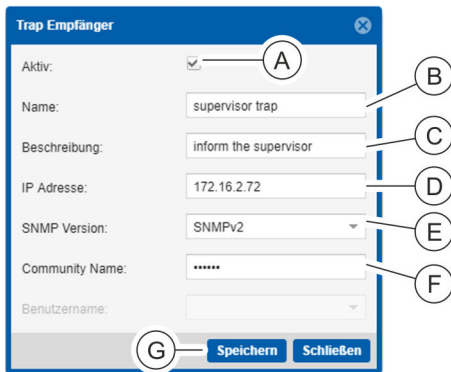

Abb. 141: Fenster "Trap Empfänger"
1. ➔ Im Fenster "Trap Empfänger" die Checkbox „Aktiv“ (Abb. 141/Ⓐ) anklicken, um den Trap-Empfänger zu aktivieren.
2. ➔ Eine Benennung für den Trap-Empfänger eintragen (Abb. 141/Ⓑ).
3. ➔ Bei Bedarf eine Beschreibung eintragen (Abb. 141/Ⓒ).
4. ➔ Eine IP-Adresse eintragen (Abb. 141/Ⓓ).
5. ➔ Im Auswahlfeld eine SNMP-Version ("SNMPv1" oder "SNMPv2") auswählen (Abb. 141/Ⓔ).
6. ➔ Einen Community-Namen eingeben (Abb. 141/Ⓕ).
7. ➔ Nach der Eingabe der Daten das Fenster über die Schaltfläche „Speichern“ (Abb. 141/Ⓖ) verlassen, um die Konfiguration auf der PDU anzulegen.